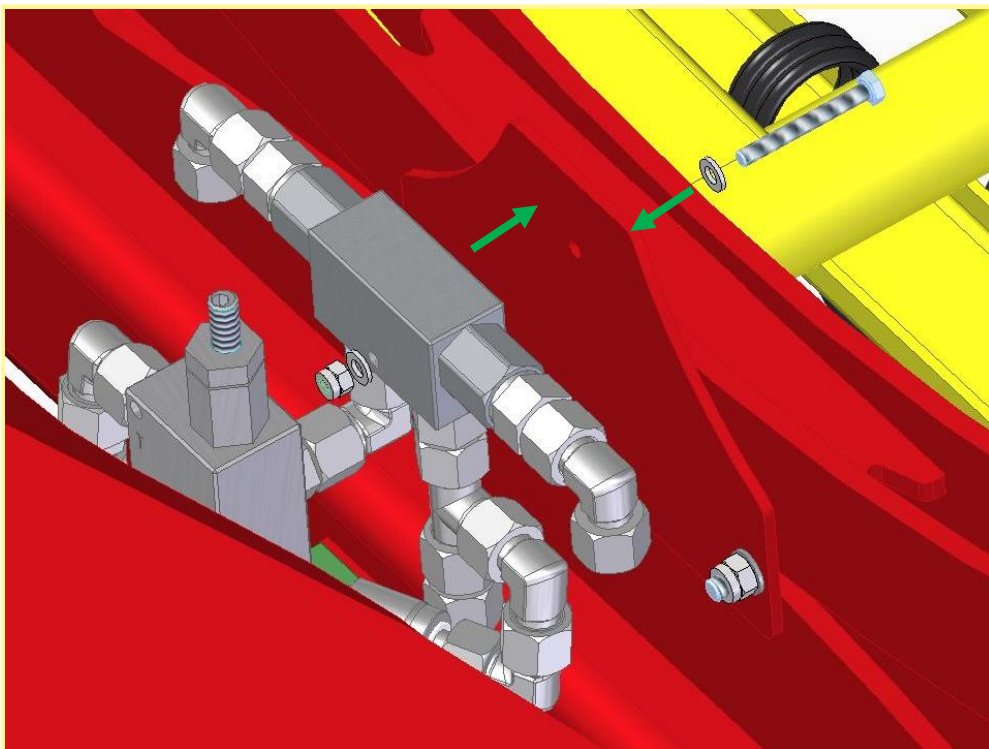

Figure 2 : Montage du bloc d'arrêt DBV assemblé
- 2) Fixer ensuite le bloc d'arrêt LDP monté avec 2 rondelles d'écartement M6, 1 écrou indesserrable M6 et une vis hexagonale M6x50 (Figure 2).